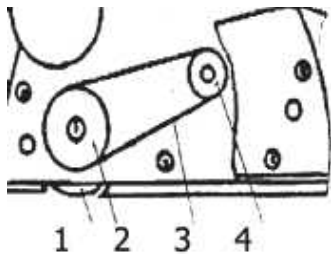

Рис. 2
- Взявшись одной рукой за ремень 3 (рис.2), другой рукой поверните барабан 1.